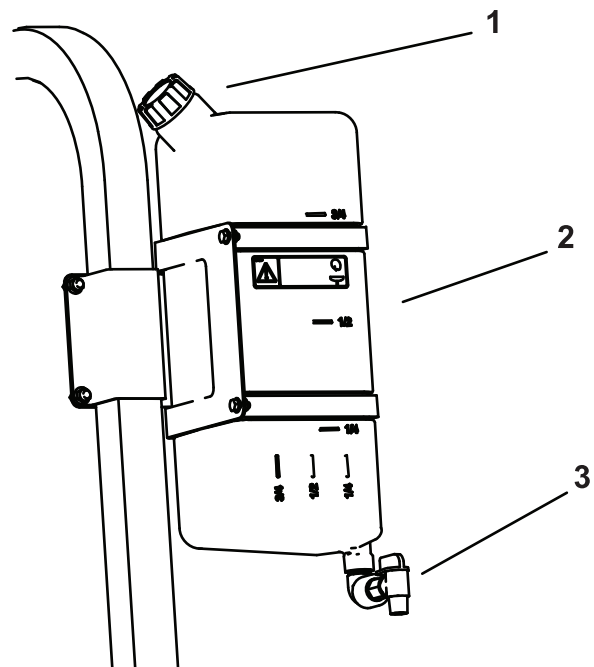

Bild 70
- Schrauben Sie zum Füllen des Behälters den Deckel oben am Behälter ab, füllen Sie den Behälter mit frischem Wasser und schrauben den Deckel auf (Bild 70).
- Drehen Sie zum Öffnen des Hahns am Frischwasserbehälter den Hebel am Hahn (Bild 70).